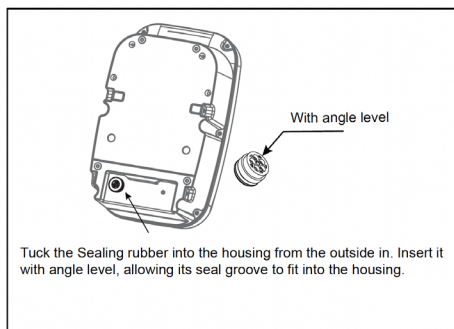

Fig. 17
- b1. Inserte la goma de sellado en la carcasa desde el exterior hacia el interior (ver fig. 17). Pase los conductores por la goma de sellado, utilizando un orificio por cada conductor. Tras introducir todos, deje suficiente longitud de cable para alcanzar el bloque de bornes.